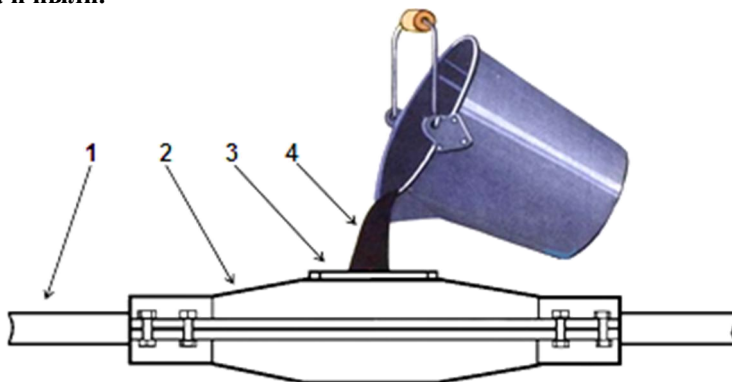

Рис. 1. Заливка чугунной муфты С-50 М удлиненной:
5.8. Через лючок чугунной муфты заливают в неё массу (рис. 1). Следят за тем, чтобы масса заполнила всё пространство между чугунной и свинцовой муфтами. После усадки массы производят доливку до краёв лючка.